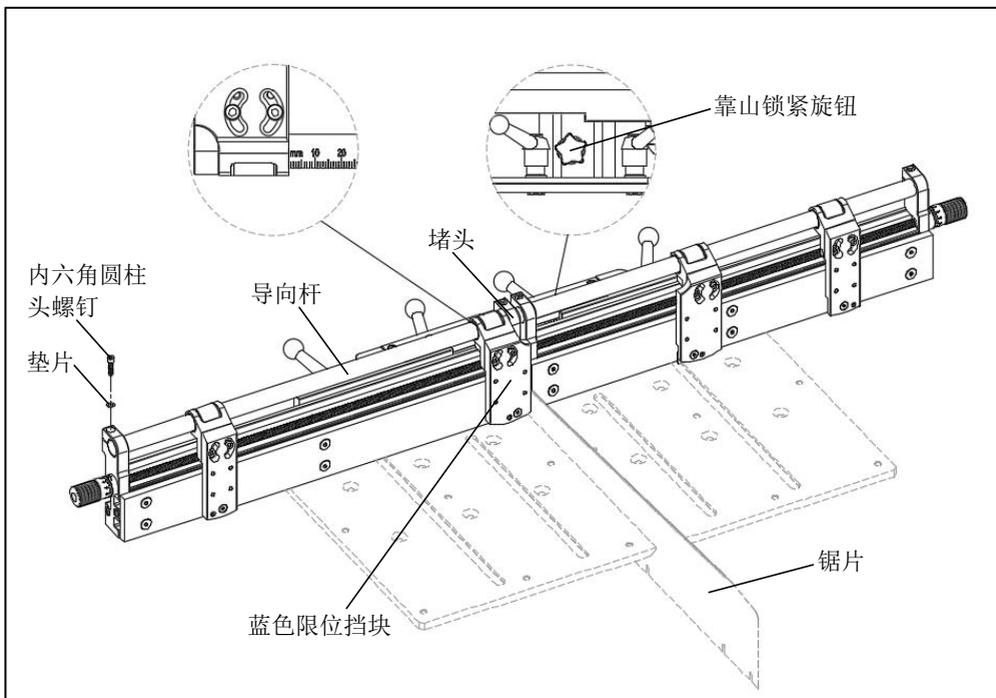

图 4
- 如图 4 所示，移动蓝色限位挡块至靠山靠近锯片的一侧极限位置，并让蓝色限位挡块的底部半牙螺纹与丝杆啮合，（蓝色限位挡块的操作见“操作说明”），检查导向杆“0”刻度是否与蓝色限位挡块的固定座边缘对齐，如存在偏差，拧松导向杆两端的固定螺丝，调节导向杆的位置，然后拧紧螺丝。